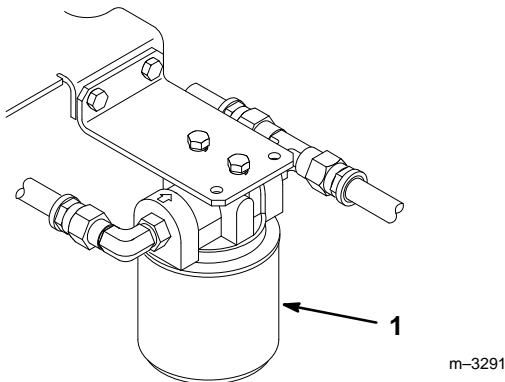

Abbildung 43
3. Eine Auffangschale unter den Filter stellen, den alten Filter ausbauen und die Dichtungsfläche des Filteradapters sauber wischen (Abb. 43).